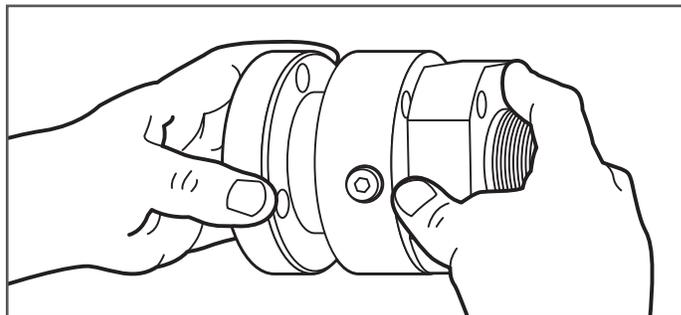

Figure 7-9
10. Séparez les trois parties du raccord DoubleTrac® (Figure 7-9).